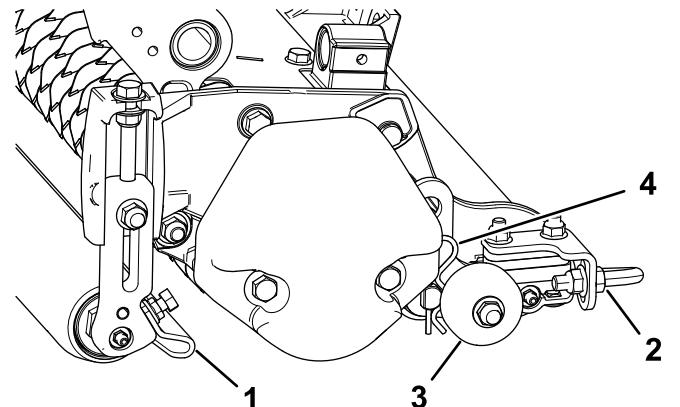

Bild 11
1. Lösen Sie die Bundmuttern, mit denen die Rollenabstreifer befestigt sind (Bild 11).
Wichtig: Bevor Sie den Vertikutierer auf den Werkstattboden absenken oder von der Zugmaschine entladen, senken Sie die Transportrollen (Bild 11) ab, damit die Messer nicht mit der befestigten Oberfläche in Berührung kommen.